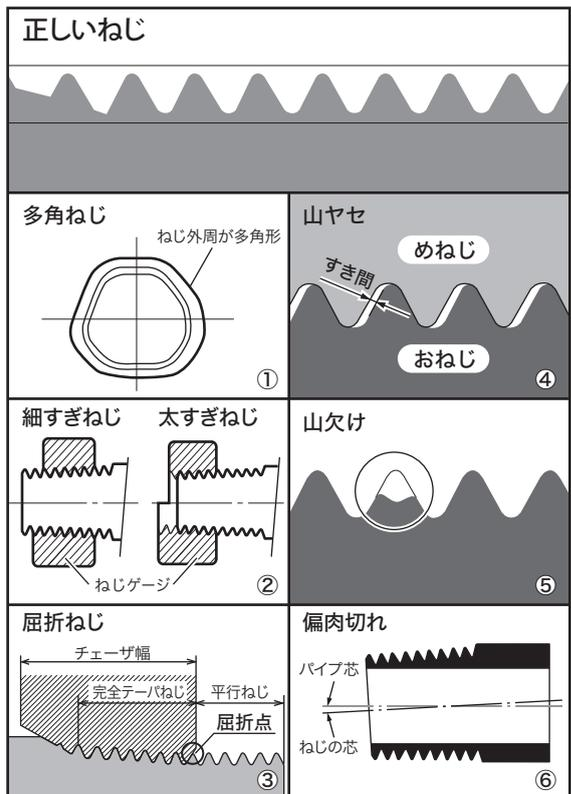

図 44
■悪いねじについて (図 44)
①多角ねじ (図 44-①)
②ねじ径の細すぎ、太すぎ (図 44-②)
③屈折ねじ (手動切上ダイヘッドの場合) (図 44-③)
④切られたねじの山ヤセ (図 44-④)
⑤切られたねじの山欠け (図 44-⑤)
⑥パイプに対してのねじの偏肉切れ (図 44-⑥)